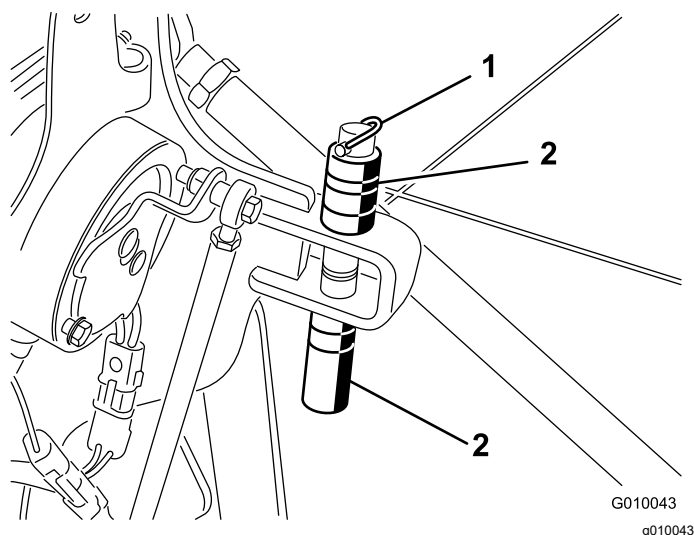

Figura 20
2. Togliete l'acciarino di fissaggio dei distanziali e le spine di profondità (Figura 20).